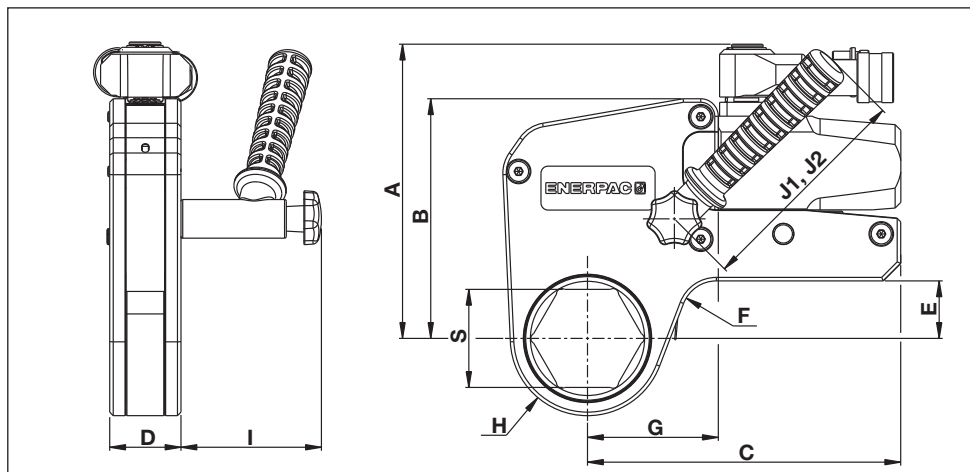

図22
6.1 容量、寸法、追加製品データ(図22)
6.2.1 メートル法表 - W2000X、W4000X、W8000Xシリーズカセット (寸法S、H、Gの位置については、図22を参照)
6.2.2 メートル法表 - W15000Xシリーズカセット (寸法S、H、Gの位置については、図22を参照)